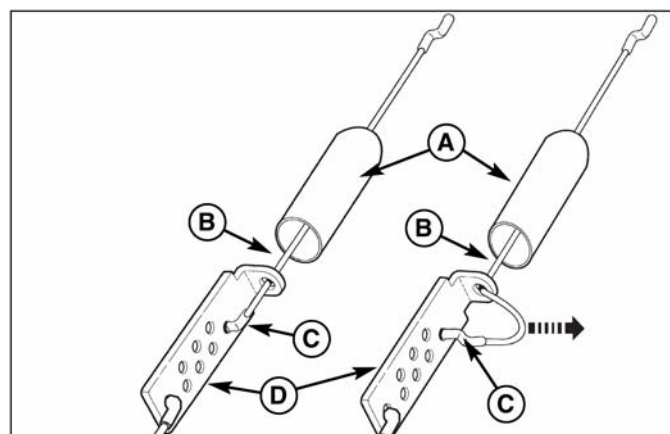

Рис. 21. Регулировка троса сцепления
2. Чтобы отрегулировать натяжение троса, отодвиньте кожух (А, рис. 21) от кронштейна (D).
3. Снимите Z-образный наконечник троса (С) с кронштейна (D) и вставьте его в другое отверстие. Трос не должен провисать, а также он не должен быть слишком сильно натянутым.